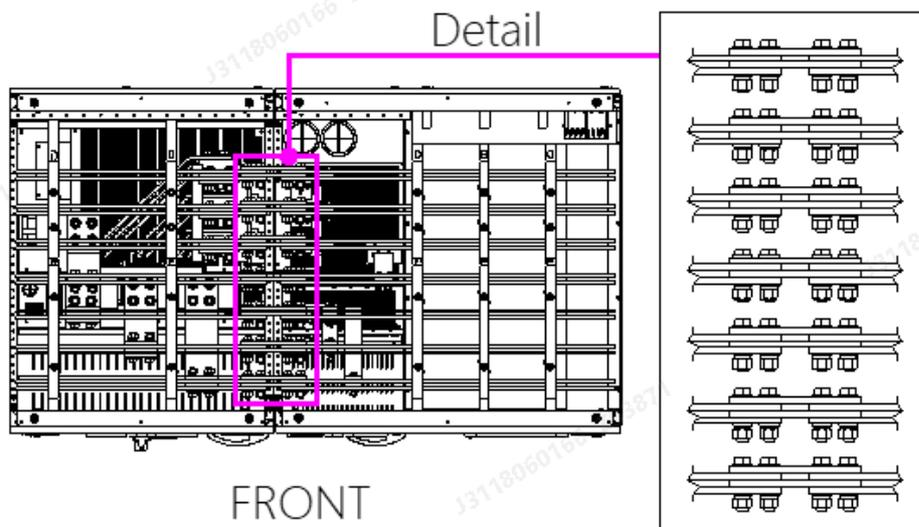

图3-11 设备间顶部水平母线并柜连接示意图
4. 低压部分的水平母线设置在机柜顶部，安装水平母线的并柜排需要拆除柜体顶部的封板，顶部汇流排的并柜铜排安装需按照从机柜正面向机柜后面依次顺序安装，并柜连接方式详见图 3-11。